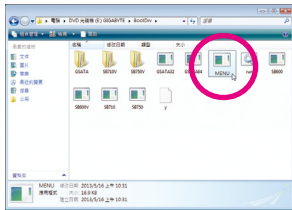
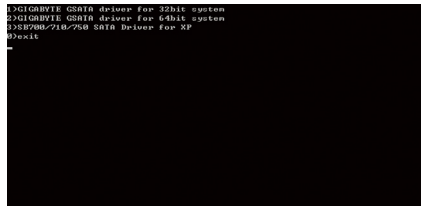

图2
图3
- 2: 进入光盘中「BootDrv」文件夹，双击「Menu.exe」文件(图2)后会出现「命令提示字符」画面，内含如图3的控制器选单。
- 3: 放入空白软盘。按下SATA控制器驱动程序代码后再按<Enter>键。以图3的选单为例，请选择「3」SB700/710/750 SATA Driver for XP。